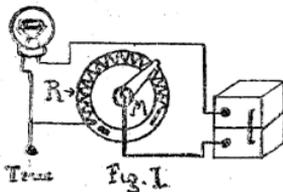

Figure 73
Frappez 4 volts plus (+) pour les appareils commençant par une lampe détectrice. Placez les rhéostats à zéro, si le courant passe c'est parfait, mais s'il ne passe pas il y a erreur de montage dans la construction. Tournez un peu les rhéostats, si vous entendez un son, le courant passe par la résistance du rhéostat (R) ce qui est une erreur car si vous diminuez le voltage des lampes vous diminuez également le voltage sur la terre, résultat: réception plus faible (Fig. 73). Il en est de même pour
les transformateurs. Les Fig. 73 et 74 vous montrent les faux montages si fréquents. La connexion doit aller directement au 4 volts moins (—) sans passer par le fil de résistance.